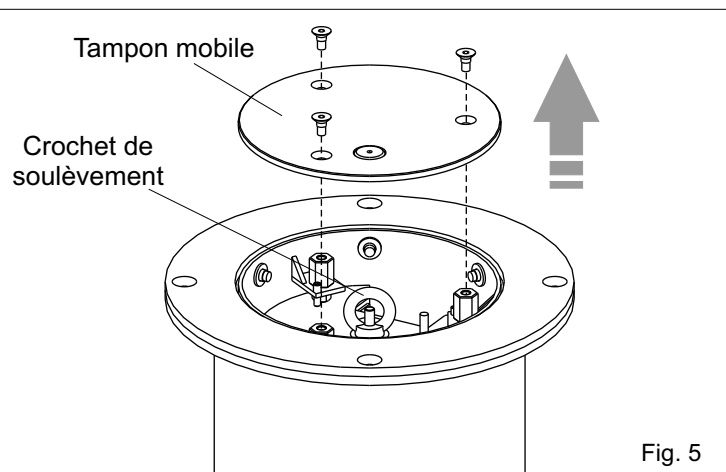

Fig. 5
**2.1. Enlever le tampon mobile en dévissant les trois vis comme dans Fig.5**